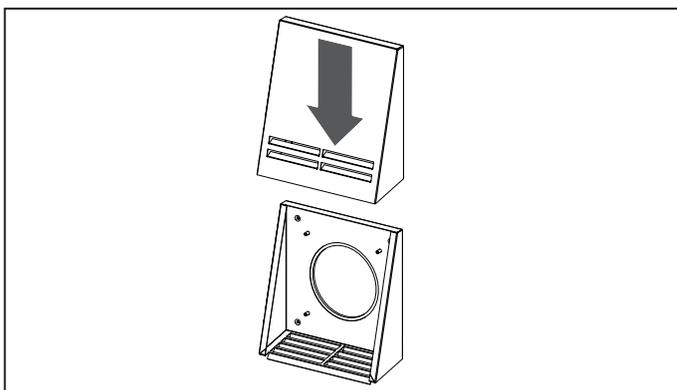
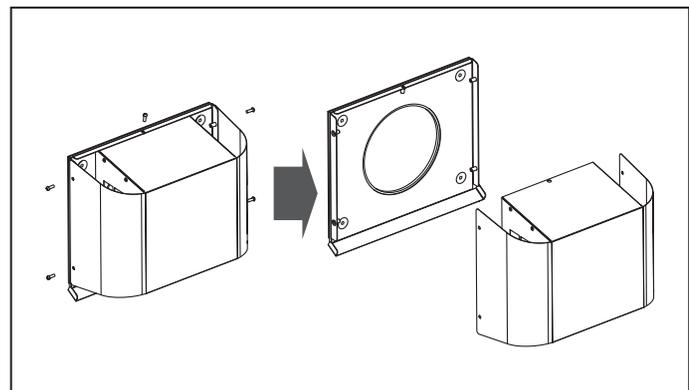

Abb. 19.
Abb. 20
- entfernen Sie den Vorderteil der Lüftungshaube: Abb. 19 – für VENTO Solar V60 Pro / Pro2; Abb. 20 – für VENTO Solar V60 S Pro / S Pro2.